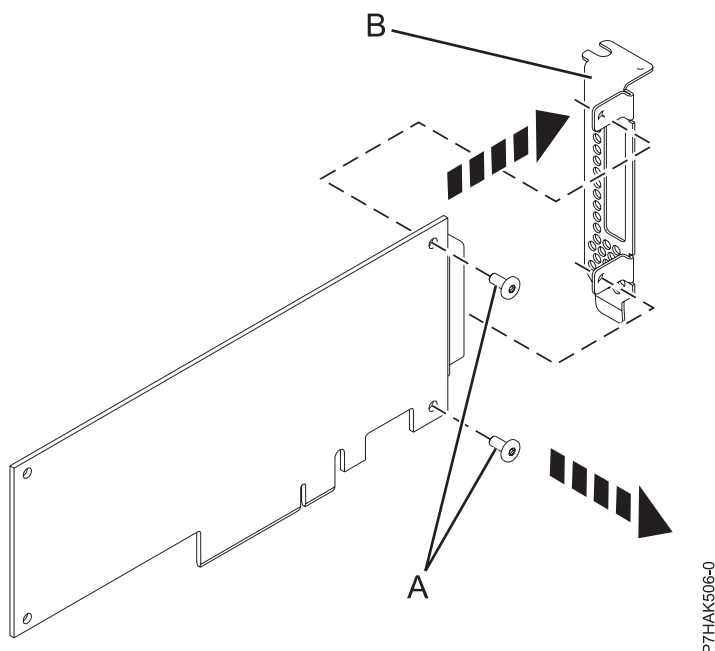

Figura 10. Remover um contraponto de perfil baixo de um adaptador PCI avariado
4. Utilizando uma chave de parafusos Phillips, desaperte os dois parafusos (A) que fixam o contraponto (B) ao adaptador PCI avariado, conforme demonstrado em Figura 10.